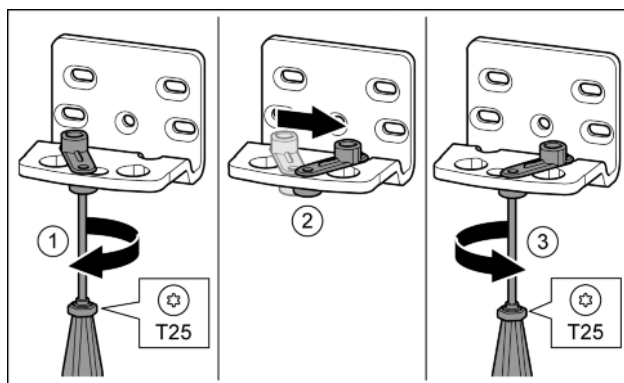

Fig. 16\*
- ▶ За допомогою викрутки T25 послабте гвинт.\* Fig. 16 (1)
- ▶ Допоміжний засіб для закривання дверцят підніміть і поверніть в отворі праворуч на 90°.\* Fig. 16 (2)
- ▶ За допомогою викрутки T25 закрутіть гвинт.\* Fig. 16 (3)